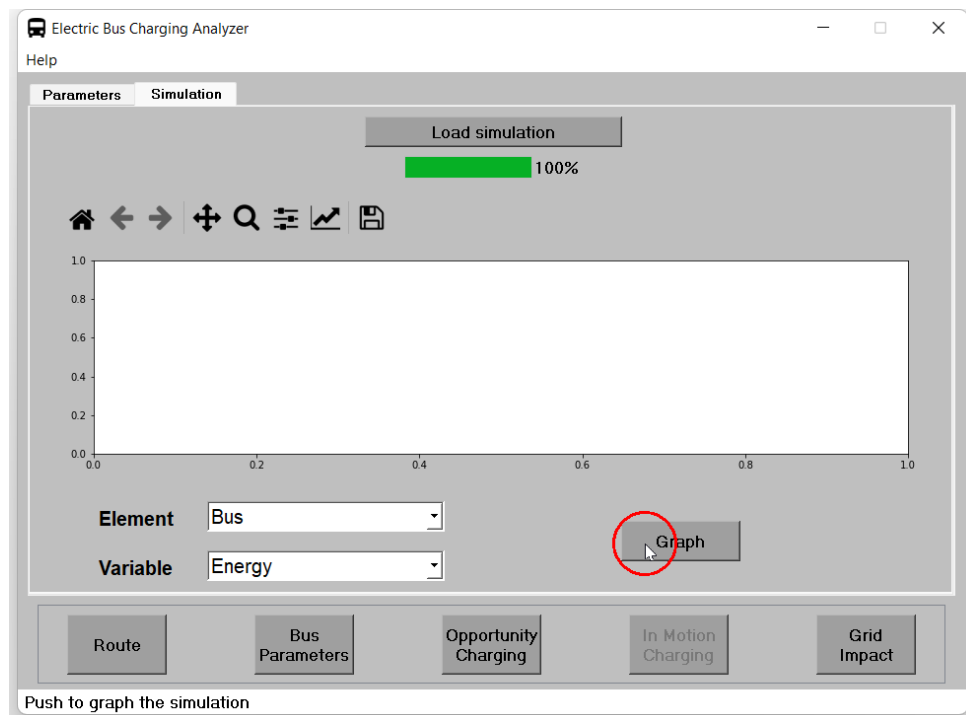

Figura 42: Generar gráfica de simulación.
4. Cuando la barra de carga llegue a 100 %, se procede a presionar **graph** (figura 42).